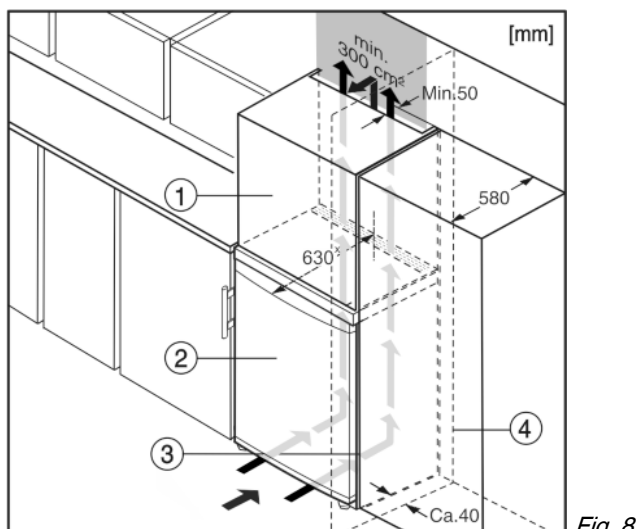

Fig. 8
L'appareil peut être réagencé avec des buffets de cuisine. Pour adapter l'appareil Fig. 8 (2) à la hauteur du coin cuisine, une rehausse Fig. 8 (1) peut être posée sur l'appareil.
Lors de la transformation avec des placards de cuisine (profondeur max. 580 mm), l'appareil peut être placé directement à côté du placard de cuisine Fig. 8 (3). L'appareil dépasse latéralement de 34 mm × et de 50 mm × au centre de l'appareil par rapport à la face avant du placard de cuisine.
Si l'appareil est installé avec les charnières à côté d'un mur Fig. 8 (4), la distance entre l'appareil et le mur doit être de 40 mm min. Ceci correspond à la saillie de la poignée lorsque la porte est ouverte.